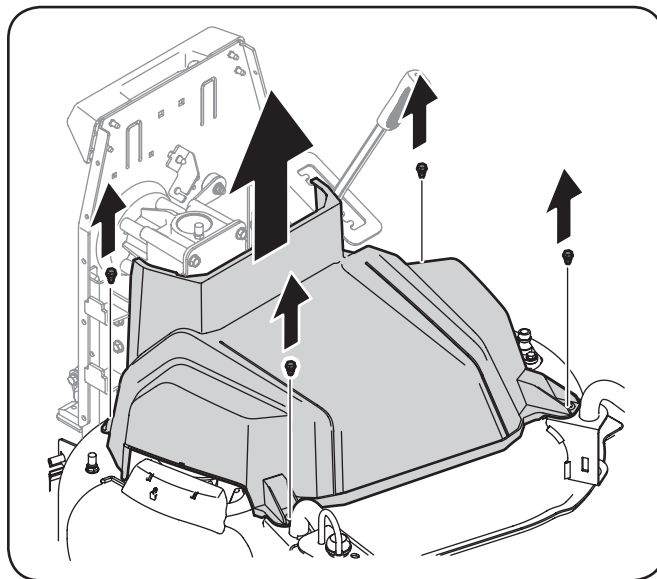

Figura 6-5
3. Extraiga la cubierta de la correa inferior para lo que debe extraer los cuatro tornillos que la sujetan como se indica en la Figura 6-5.